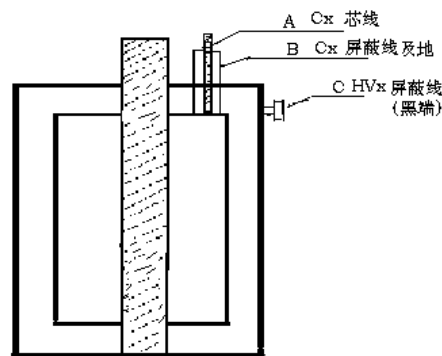

图15 介损油杯接法
- B. 引线见图 15
- D. (C) 接 HVx 屏蔽线 (黑端)
- E. (A) 接 Cx 芯线
- F. (B) 接 Cx 屏蔽线及地